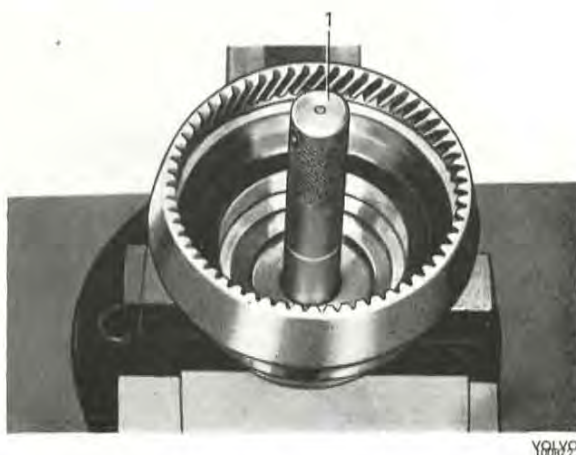

Bild 25. Montering av bussning,
1. Pressa bussningen i utgående axeln med dorn SVO 2417, se bild 25. Pressa främre lagret på utgående axeln med dorn SVO 2412.